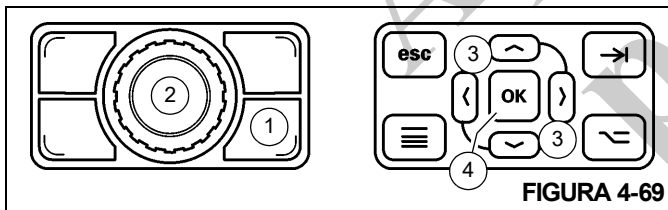
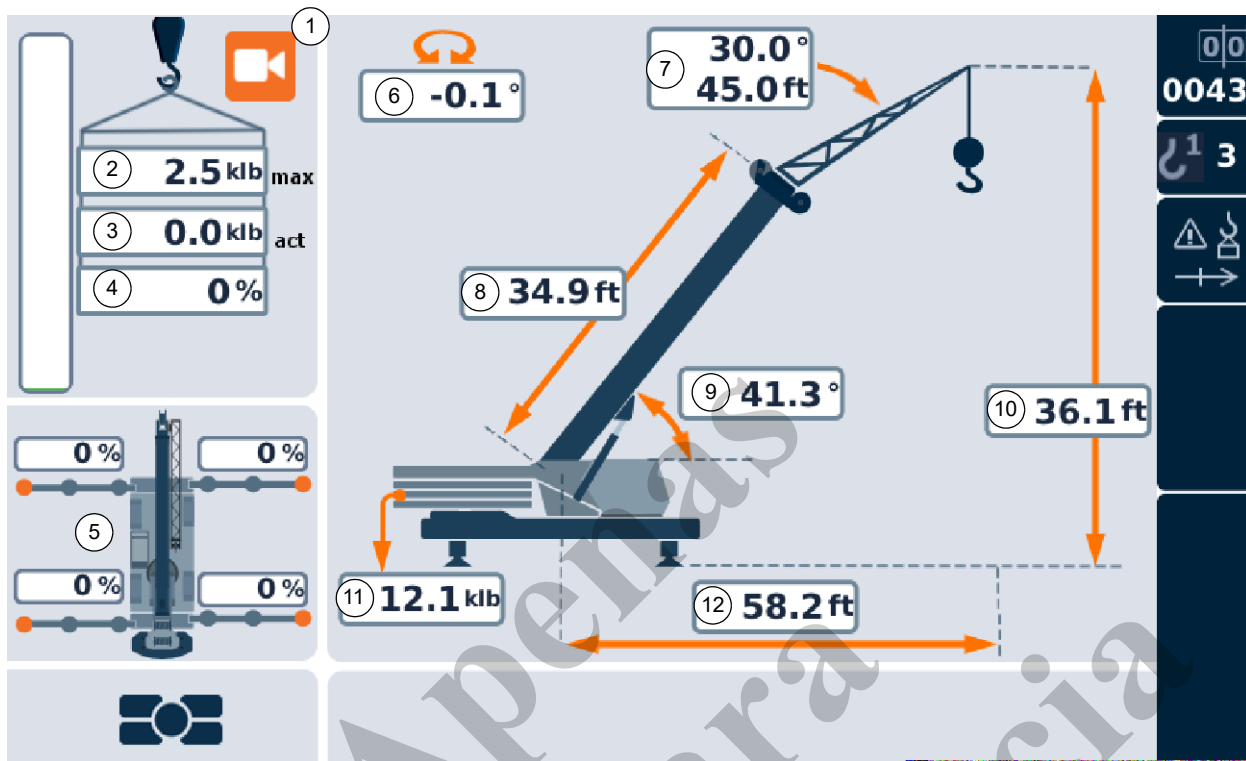

FIGURA 4-69
FIGURA 4-70
- Pressione o Botão de alternância de tela (1, Figura 4-69) no Botão rotativo para selecionar o controle de tela do RDM.
- Usando o Botão rotativo (2, Figura 4-69), selecione um dos campos de número de código (a caixa ao redor do número se tornará laranja, Figura 4-70), então pressione o Botão rotativo (2) (o número se tornará branco com fundo laranja).
- Usando os Botões de seta (3, Figura 4-69), na Placa de controle de navegação do RDM, selecione um dos campos de número de código (a caixa ao redor do número se tonará laranja, Figura 4-70), então pressione o Botão OK (4) (o número se tornará branco com fundo laranja).